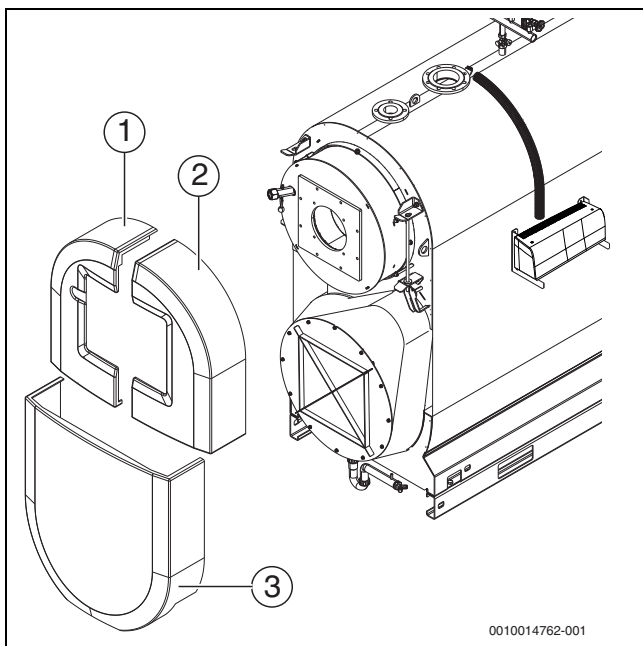

Fig. 20 Montarea capacului frontal
- ▶ Agățați capacul frontal inferior (→ fig. 20, [3], pagina 23) în suportul din partea dreaptă și stângă a mantalei cazanului.